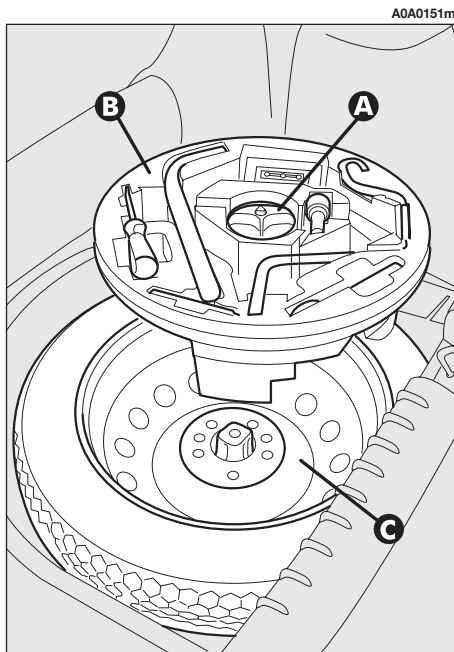
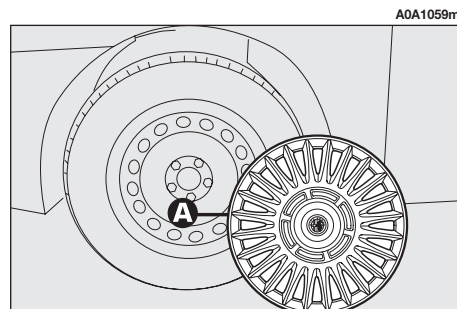

fig. 3
fig. 4
- Mediante la maniglia (A) rimuovere il preformato di rivestimento rigido (B).
- Svitare il dispositivo di bloccaggio (A-fig. 3).
- Prelevare il contenitore attrezzi (B) e portarlo vicino alla ruota da sostituire.
- Prelevare il ruotino di scorta (C).
- Rimuovere la coppa ruota (A-fig. 4) (solo versioni con cerchi in acciaio)
– sistemare il contenitore completo di attrezzi sul ruotino e fissare il tutto con il dispositivo di bloccaggio (**A-fig. 3**)